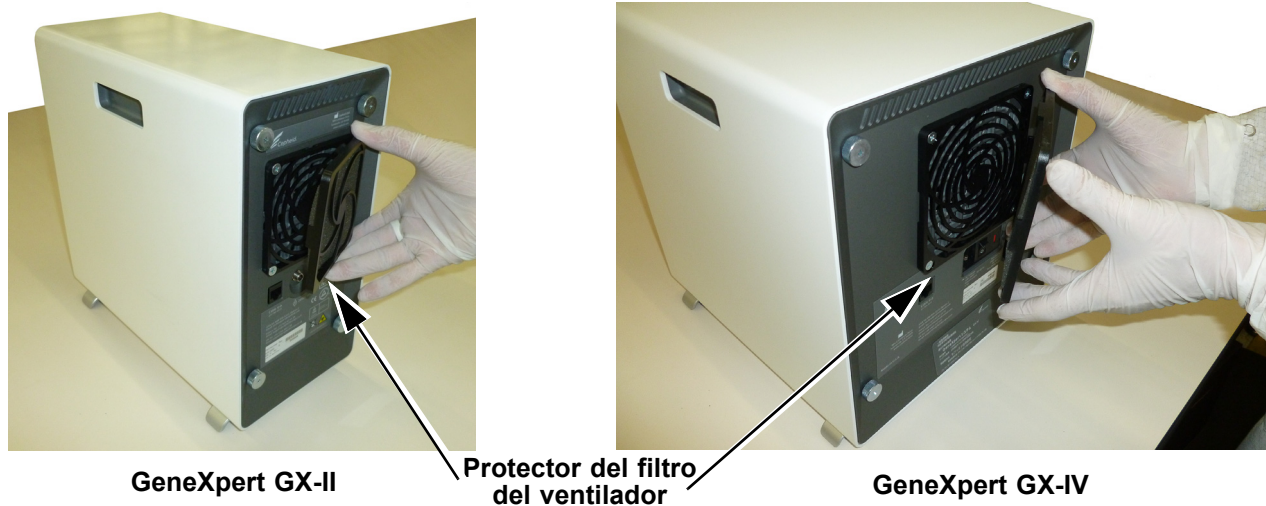

Figura 9-9. Desinstalación del protector del filtro del ventilador
4. Retire con cuidado el protector del filtro del ventilador desprendiendo el protector del alojamiento del ventilador (consulte la figura 9-9) y póngalo a un lado durante el resto del proceso de retirada y limpieza del filtro.